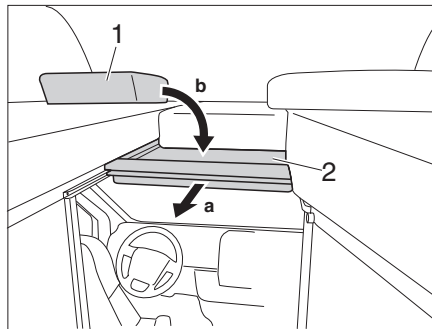

Fig. 60 Separazione cabina di guida
- Tirare in avanti la struttura di supporto letto (Fig. 60,2) afferrandola per la maniglia.
- Collocare il cuscino (Fig. 60,1) sulla struttura di supporto letto.
- Spostare lateralmente il cuscino (Fig. 60,1)
- Spingere indietro la struttura di supporto letto (Fig. 60,2).